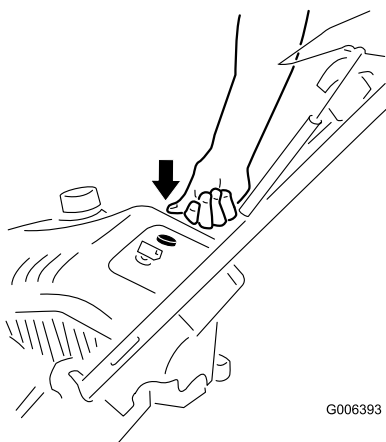

Figure 16
3. Appuyez fermement à 3 reprises sur l'amorçeur avec le pouce, en marquant une pause d'une seconde chaque fois (Figure 16).